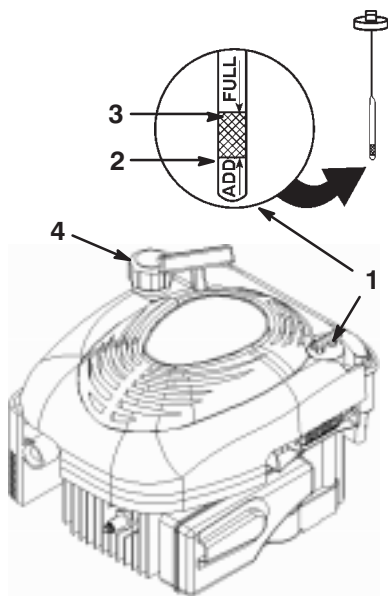

Figure 5
Avant chaque utilisation, vérifiez que le niveau d'huile arrive entre les repères maximum (**Full**) et minimum (**Add**) de la jauge (Fig. 5).
2. Nettoyez la surface autour de la jauge (Fig. 5).
6. Voyez le niveau d'huile indiqué par la jauge (Fig. 5).
1. Nettoyez la surface autour du bouchon du réservoir de carburant (Fig. 5).